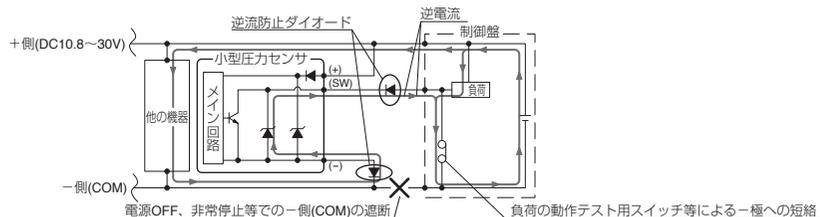

図2
- 本製品と同じ電源に他の機器が接続されている場合、一側(COM)が遮断した状態で負荷の動作テスト用スイッチ等によりSW 出力端子を一極と短絡させると、スイッチ出力回路に逆電流が流れ、センサが破損します。このような回路でご使用になる場合は、一側の電源線か、SW 出力線に逆流防止のダイオードを図2の向きで設置してください。